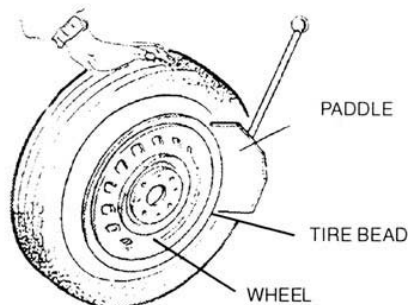

рис.5
1) **ВНИМАНИЕ:** Перед выполнением данного этапа полностью спустите воздух из шины, вывернув золотник, и уберите с колеса балансировочные грузы. 2) Полностью сведите кулачки на монтажном столе. 3) Отведите лопату отжима покрышки наружу вручную. Установите колесо напротив резинового буфера. Подведите лопату к покрышке на расстоянии 10 мм от края обода (см. рис. 5). 4) Нажмите педаль отжима до упора, для приведения в действие лопаты. Отпустите педаль, когда лопата переместиться до конца своего хода или когда покрышка сместиться во внутреннее углубление обода. 5) Немного поверните шину и повторите процедуру по всей окружности обода, пока покрышка не отойдет полностью от обода. 6) Повторите вышеописанное с другой стороной шины/колеса.